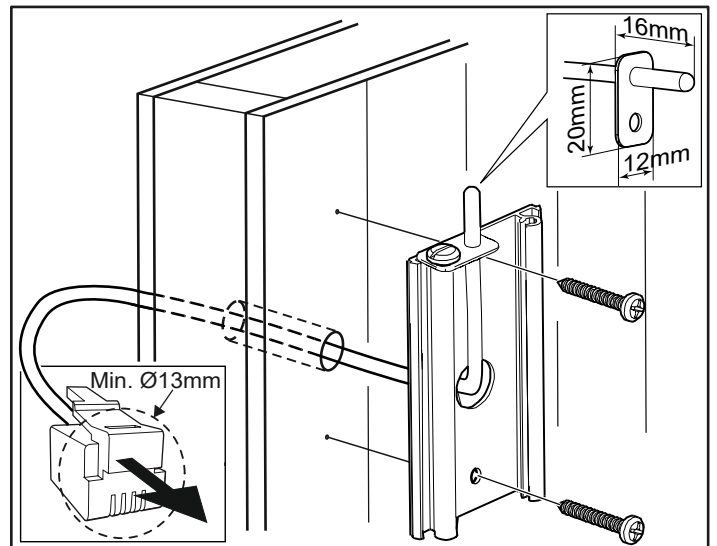

Rysunek 10. Zamocuj i przykręć panele przedni
6. Zamocuj panele przedni, a następnie dokręć wkręty (patrz rysunek 10).